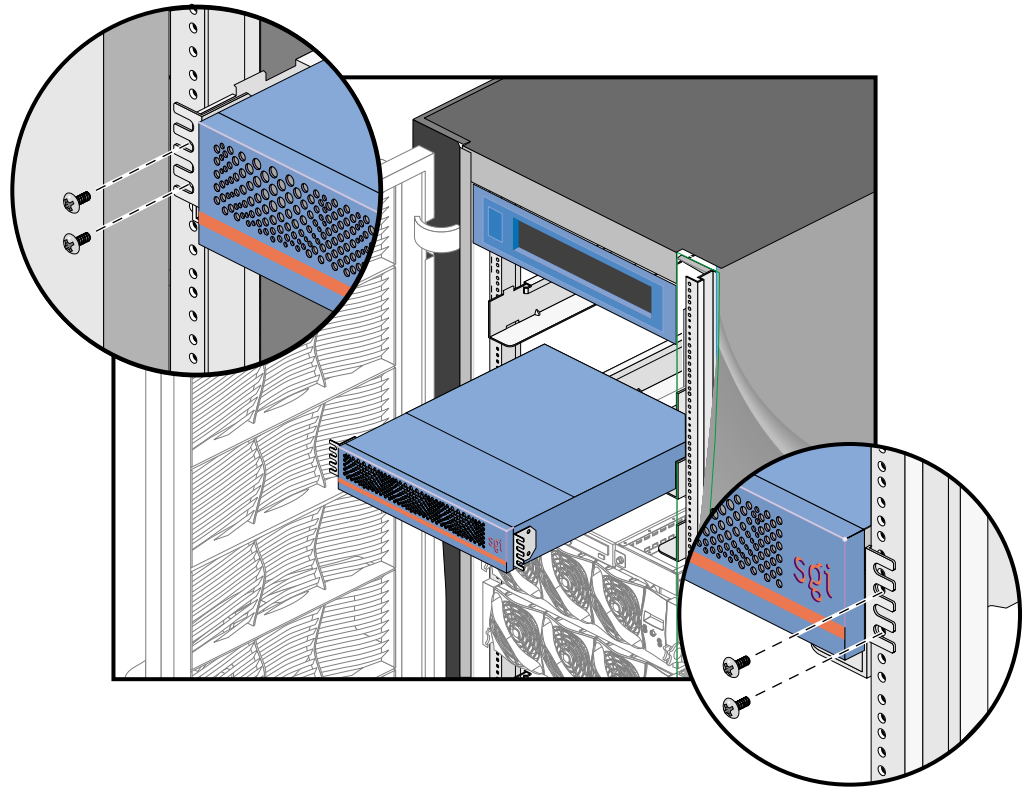

図 2-2 ラックに VBOB を取り付ける
4. 図 2-2 に示すように、ラックに合ったネジを使って VBOB をラックに取り付けます。